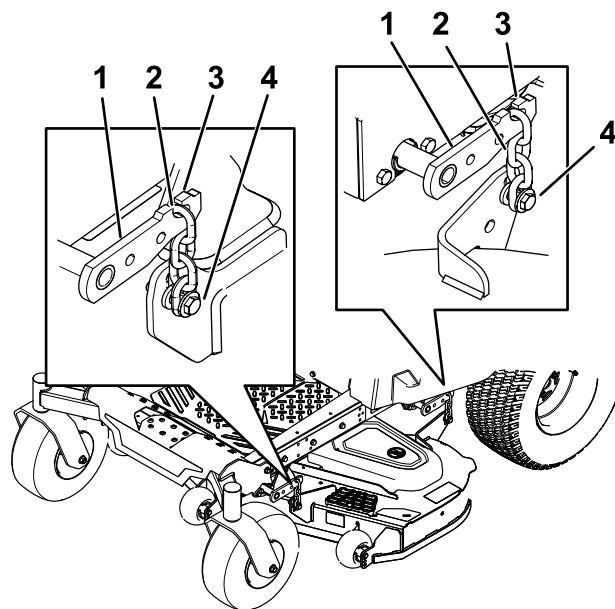

Figure 66
5. Desserrez les boulons de réglage aux quatre coins de sorte que le tablier repose bien sur les quatre cales (Figure 66).
6. Vérifiez que les quatre chaînes sont tendues (Figure 66).
7. Resserrez les quatre boulons de réglage (Figure 66).